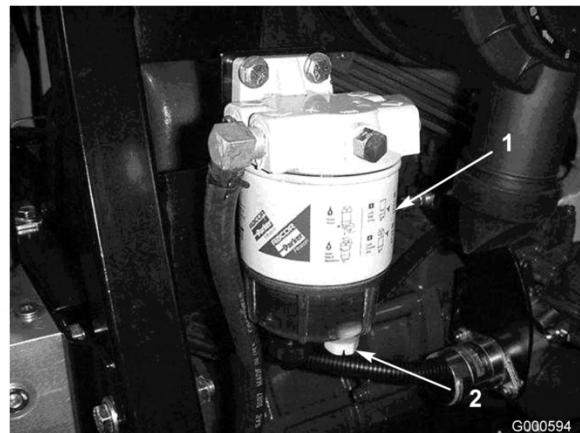

Figura 37
Spurgate ogni giorno l'acqua e altre sostanze contaminanti dal separatore di condensa (Figura 37).
2. Allentate il tappo di spurgo situato nella parte inferiore della scatola del filtro (Figura 37). Serrate il tappo dopo lo spurgo.